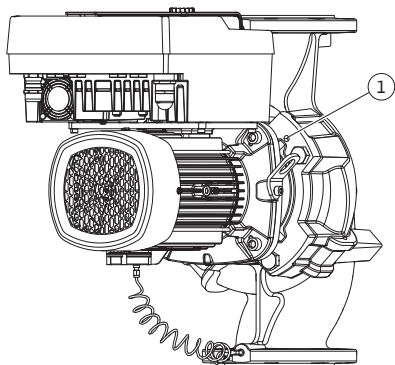

Fig. 11: Отжатие съемного блока через резьбовые отверстия (в зависимости от типа насоса)
Для типа насоса Fig. II и Fig. III использовать для этого два резьбовых отверстия (Fig. 11, поз. 1). Использовать подходящие винты, предоставляемые заказчиком (например, M10 x 25 мм).
5. Отжать съемный блок (см. Fig. 4) от корпуса насоса. Для этого использовать два резьбовых отверстия (см. Fig. 11). С этой целью ввернуть винты M10 подходящей длины в резьбовые отверстия.